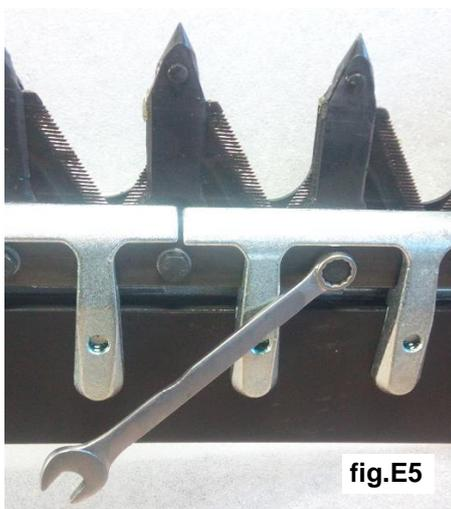

fig.E5
- Svitare completamente le viti di fissaggio dei denti danneggiati (**fig.E5**);
- Unscrew completely fixing screws of the damaged teeth (**fig.E5**);